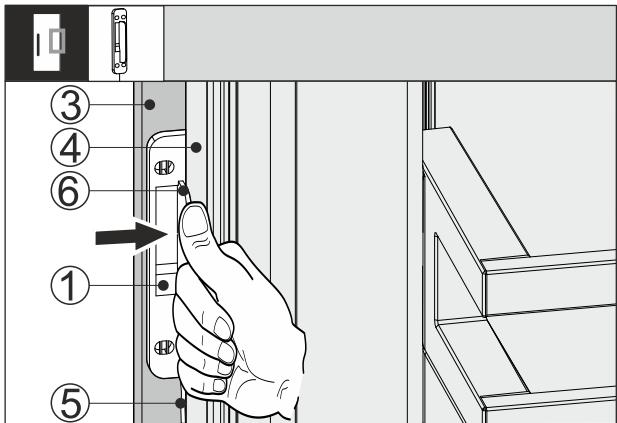

Fig. 66
- ▶ Shtyni sensorin e trokitjes Fig. 66 (1) midis kanatit të mobileies Fig. 66 (3) dhe derës së pajisjes Fig. 66 (4) në mënyrë të tillë që kablloja Fig. 66 (5) të jetë paksa e tendosur. Ndaluesi Fig. 66 (6) i sensorit të trokitjes mbështetet në derën e pajisjes Fig. 66 (4).
- ▶ Ngjishni sensorin e trokitjes Fig. 66 (1) në kanatin e mobileies Fig. 66 (3).
- ▶ Sensori i trokitjes Fig. 66 (1) do të ngjitet. Ngjitja e sensorit të trokitjes përmirëson transmetimin e sinjalit të trokitjes.
- Fiksimi i përhershëm i sensorit të trokitjes Fig. 66 (1) rrit jetëgjatësinë.
- ▶ Mbërtheni sensorin e trokitjes Fig. 66 (1) në kanatin e mobileies Fig. 66 (3) me vidat e ofruara.